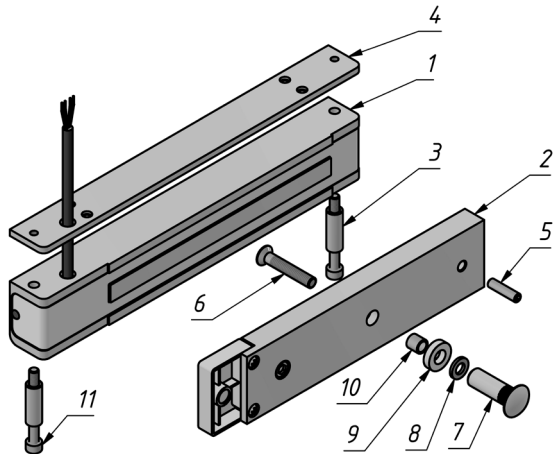

Рисунок 1 – Комплект поставки замка
3.1 Комплект поставки (рисунок 1):
4.5 Вит винта крепления якоря (поз.6 рис.1) необходимо затянуть с